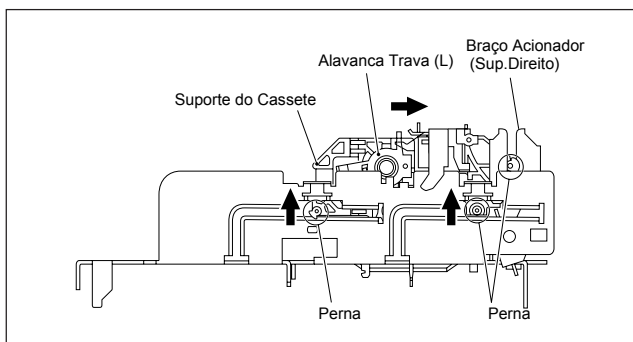

Fig.2-2-3c
- (4) Enquanto movimenta as alavancas trava (R) e (L) do suporte do cassete para a frente, deslize o suporte do cassete até que suas pernas cheguem onde o trilho guia e o rolete do came foram retirados. (Veja Fig.2-2-3c.)